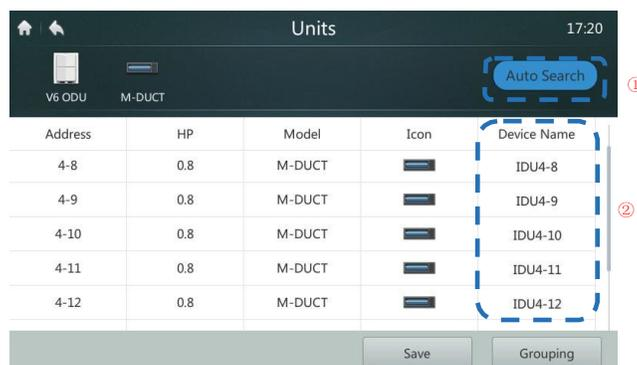

Figura 36. Página de instalação do dispositivo
1. Toque no botão “Units” (Fig. 35), para entrar na interface mostrada na Figura 36.
2. Toque no botão “AUTO SEARCH” marcado com “1” na Figura 36. O dispositivo conectado será exibido na interface. A tabela mostra a unidade IDU, HP, o tipo de IDU, (o tipo correto pode ser exibido corretamente somente para unidades IDU de segunda geração, outros tipos são unidades IDU de primeira geração), o ícone do tipo IDU (o tipo correto pode ser transformado apenas em unidades IDU de segunda geração, o ícone da unidade cassete de 4 vias é exibido para outras unidades)e o nome do dispositivo.
3. O nome do dispositivo padrão é “IDU + ODU network address-IDU address”. O usuário pode alterar o nome do dispositivo. Toque na área marcada com “2” na Figura 36 para exibir o teclado de entrada na parte inferior da tela, conforme mostrado na Figura 37 abaixo. Edite o nome do dispositivo do endereço correspondente e toque em “CONFIRM”.